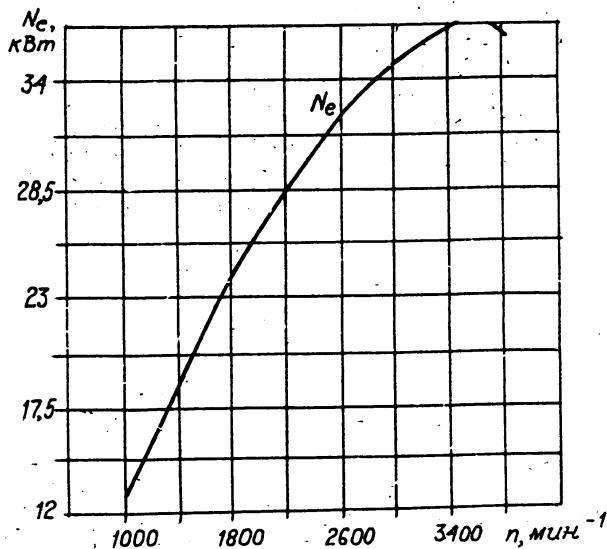

Рисунок 3.1. Скоростная (внешняя) характеристика автомобильного двигателя
3.2. Как изменится динамический фактор автомобиля при увеличении скорости с 50 до 90 км/ч на прямой передаче? При решении использовать скоростную характеристику двигателя (рисунок 3.1.). Сила тяжести $G = 17983$ Н; радиус колеса $r_k = 0,344\text{м}$; передаточное число главной передачи $i_0 = 5,125$; механический КПД трансмиссии $\eta_m = 0,92$; фактор сопротивления воздуха $k_w = 0,355$; площадь лобового сопротивления $F = 2,1 \text{ м}^2$.